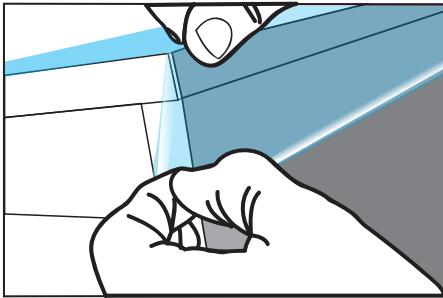

Figure 07
- › Appliquer le film sur la seconde tranche et poser le coin en effectuant un léger chevauchement des deux films. (FIG. 07)